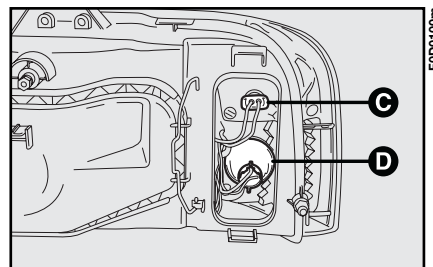

Abb. 16
3) Die Lampenhalterung **C**, **Abb. 16** zur Aushakung leicht drehen und herausziehen
- 3) Die Lampenhalterung **D**, **Abb. 16** herausziehen;